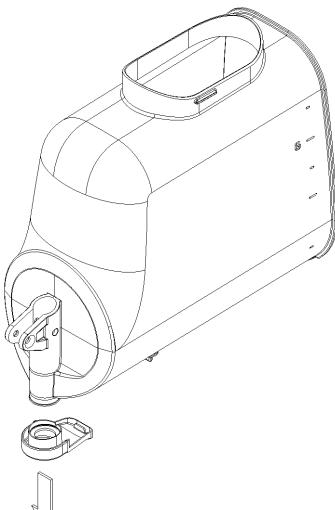

figura 12
- sacar del recipiente el restrictor de flujo (ver figura 12);
- 7 Sacar del recipiente el restrictor de flujo (ver figura 12).
**5** Sacar del recipiente el restrictor de flujo (ver figura 12).